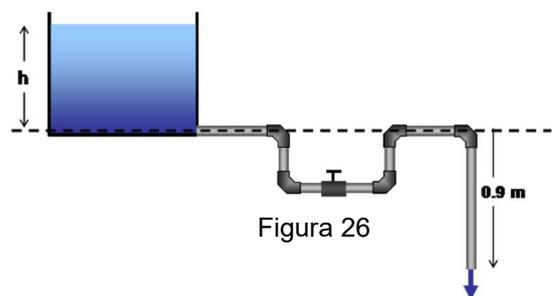

Figura 26
49. Qual a altura de água, h, no reservatório de grandes dimensões da Figura 26, para que o caudal escoado no tubo seja de 4.6 l s⁻¹? O tubo é de alumínio, com um comprimento total de 6 m e diâmetro de 7 cm. A válvula é de esfera e encontra-se totalmente aberta. R : h = 0.40 m